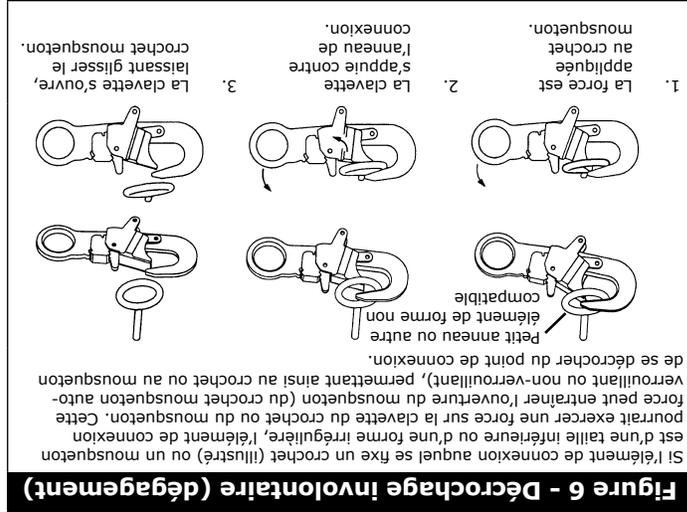

Figure 6 - Décochage involontaire (dégagement)
- 2.8 COMPATIBILITÉ DES CONNECTEURS** : Les connecteurs sont considérés compatibles avec les éléments de connexion lorsqu'ils ont été conçus pour travailler ensemble de telle manière que leurs tailles et formes n'entraînent pas l'ouverture des mécanismes quelle que soit leur orientation. Les connecteurs (crochets, mousquetons et anneaux en D) doivent pouvoir supporter une charge minimale de 22 kN (5 000 lb). Les connecteurs doivent être compatibles avec l'ancre ou tout autre composant du système. N'utilisez aucun équipement non compatible. Les connecteurs non compatibles peuvent se décrocher accidentellement (voir la figure 6). Les connecteurs doivent être compatibles en taille, forme et résistance. Des crochets et des mousquetons auto-verrouillant sont exigés par la norme ANSI Z359.1 et OSHA.